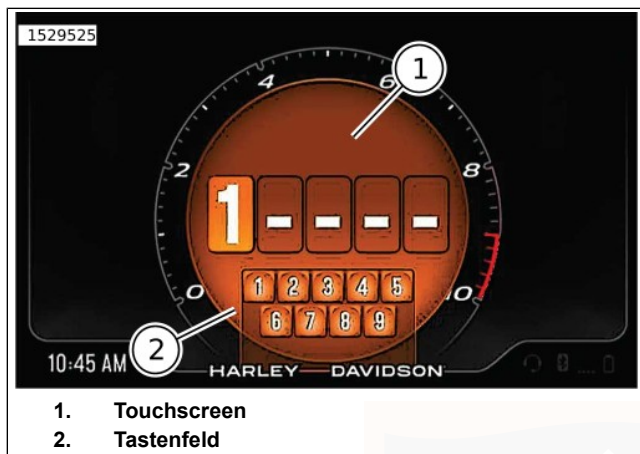

Abbildung 28. PIN-Bildschirm mit Eingabe über ein Tastenfeld
1. Abbildung 28 Beim Berühren des PIN -Bildschirms (1) wird die Tastatureingabe (2) angezeigt.